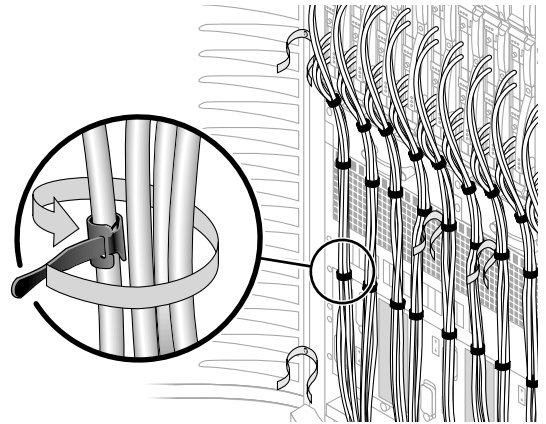

図 5 電源装置の下部の I/O ケーブルの束
5. 電源装置の上部で、各 I/O ケーブルセットのいずれかのケーブルに、15.2 cm (6.0 インチ) の黒の小型ケーブルストラップ (No. 4) をストラップの差し込み口に差し込んで固定します (図 5)。